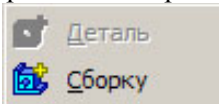

Рисунок 9.6 - Спливаюче меню пункту "Создать компонент" випадаючого меню в режимі "Сборка"
- "Создать компонент" викликає спливаюче меню (рис. 9.6).